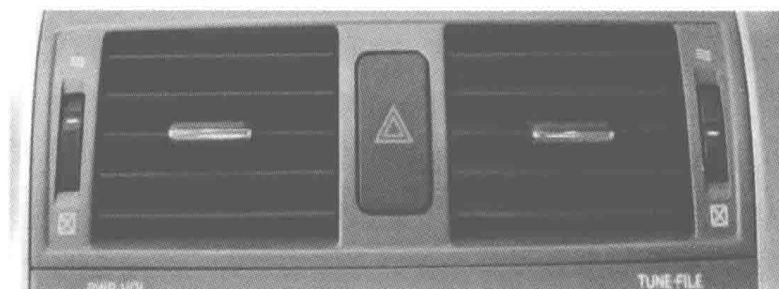

图 1-6 正面出风口拨叉
- (1) 关闭所有车门和车窗。
- (2) 将空调开至制冷模式, 使压缩机运行 (开关上的信号灯亮起)。
- (3) 将出风模式选择旋钮调至正面出风 ()。
- (4) 温度调至最低 (最左)。
(5) 鼓风机风量开至最大(4挡)。
(6) 正面出风口拨叉(图1-6)位于全开位置(最上)。